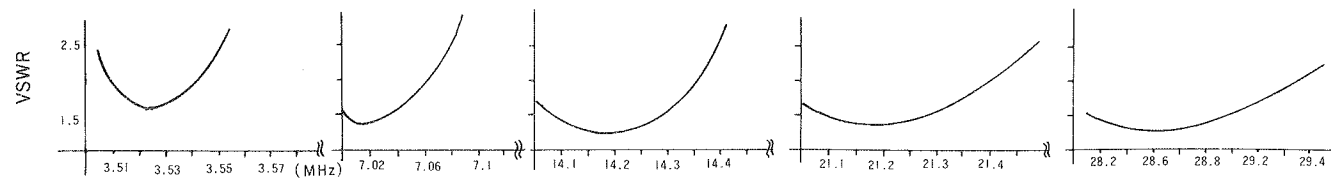

Fig.5 VSWR 代表例
SR-5は短縮ラジアルとして設計されていますが、極端な短縮はさけています。ローディングコイル(3.5MHz帯及び7MHz帯)の実効抵抗もアンテナ本体(V5Jr.)と同等のものを使用し高効率化をはかっておりますので、ロスの増加もそれほど多くはありません。ラジアルの全長は3.5MHz帯で7.5m、7MHz帯で3.5m、14、21及び28MHz帯はフルサイズ(ペントタイプ)のエレメントが採用されています。周波数特性に関してFig.5の代表例に示すごとく比較のおだやかな特性となっています。
- 組立が終了したら各バンド毎に VSWR を測定して下さい。御参考までに標準的な 1 例を Fig.5 に示します。